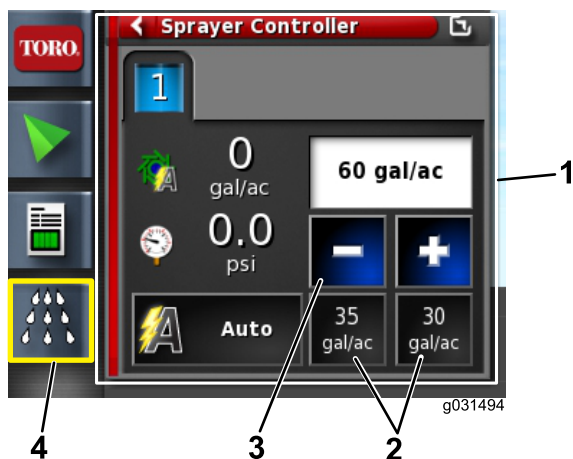

Figura 67
4. Se il volume non è corretto, modificalo con i volumi preimpostati, a incrementi fissi, o selezionando la casella del volume attuale per inserire manualmente un volume di applicazione (Figura 67).